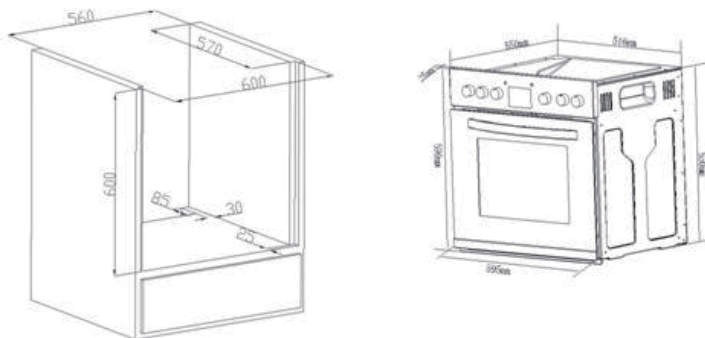

Abbildung 3
2. Montage des Backofens: (siehe Abbildung 3)